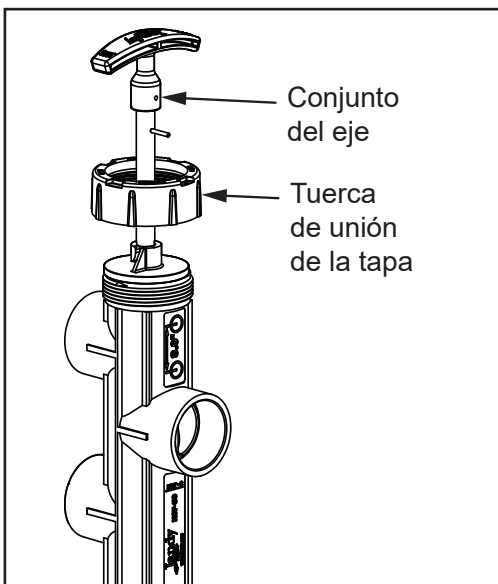

Figura 9. Afloje la tapa
2. Afloje la tuerca de la unión de la tapa. Consulte la Figura 9.
3. Afloje la tuerca de la unión de la tapa. Consulte la Figura 9.